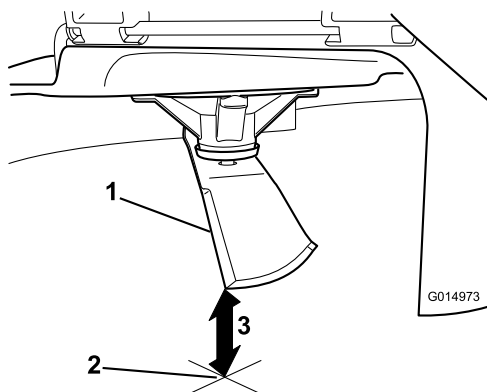

**Figura 66**
4. Ruotate la stessa lama di 180 gradi in modo che il tagliente opposto si trovi ora nella stessa posizione (Figura 66).